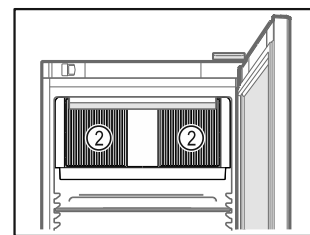

Fig. 75
- Mantenere libere le fessure di ventilazione Fig. 75 (2) della ventola di ricircolo nel vano interno.